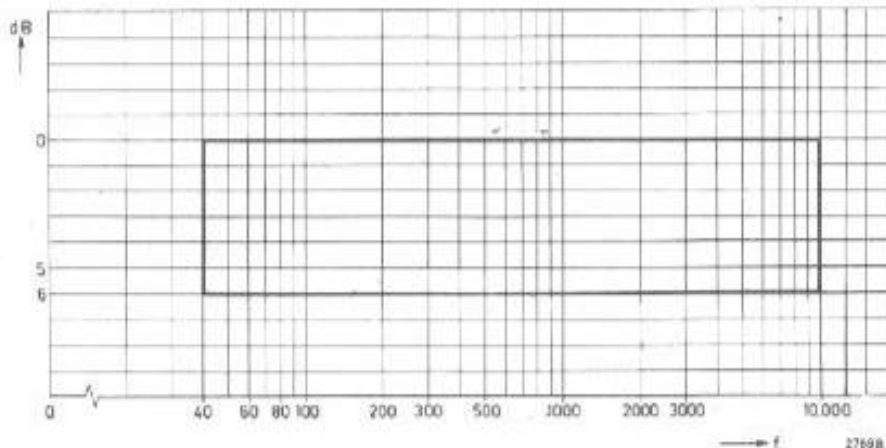

Fig. 16
- De frequentie karakteristiek die nu bij weergave, tussen de punten 3 en 2 (5 en 2) van BU3, wordt gemeten t.o.v. het niveau van 333 Hz moet liggen binnen de curve zoals die in Fig. 16 is gegeven.